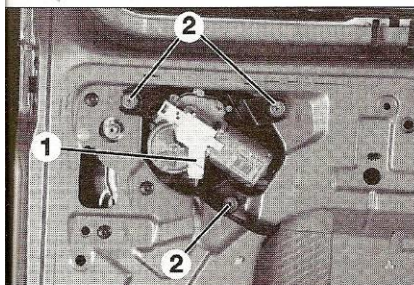

Fig. 69
- Débrancher le connecteur (1) d'alimentation du moteur d'essuie-vitre arrière (Fig.69).
- Percer les rivets (2).